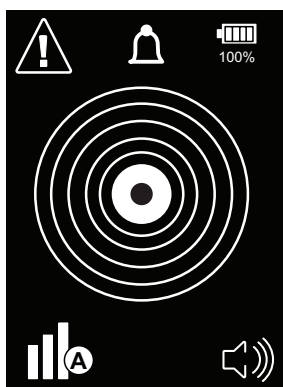

*Fig. 22: Affichage à la mise sous tension*
- ! Débrancher immédiatement le câble de charge si le message suivant, voir Fig. 22, s'affiche. Ne pas débrancher le câble et interrompre la charge lorsque cet avertissement apparaît peut provoquer un incendie, une explosion et de graves dommages ou blessures !
- ! Si ce message s'affiche, l'appareil doit rester débranché jusqu'à ce que l'appareil et le chargeur reviennent à la température ambiante. Attendre au moins trois (3) heures avant de rebrancher le chargeur.